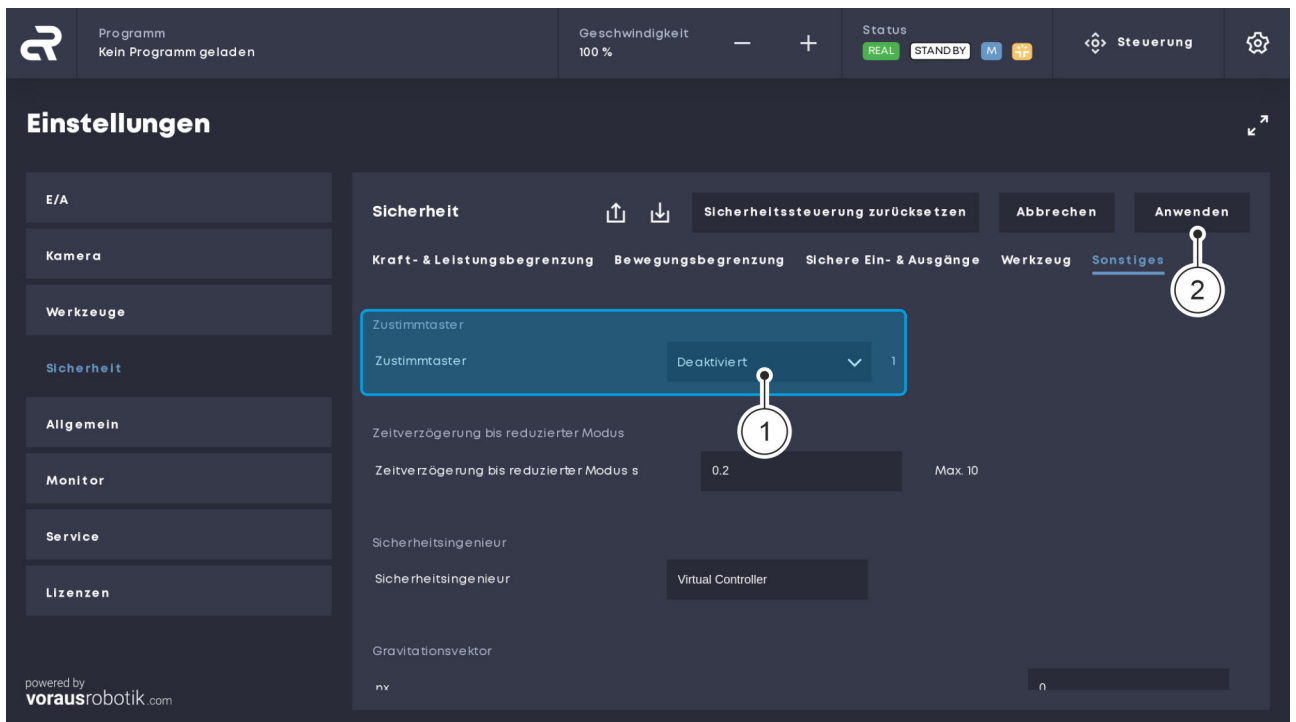

Abb. 39 Zustimmungsfunktion ausschalten
04. In der Drop-down-Liste den Menüpunkt „Deaktiviert“ auswählen Abb. 39 / ①.
05. Auf die Schaltfläche „Anwenden“ klicken Abb. 39 / ②.